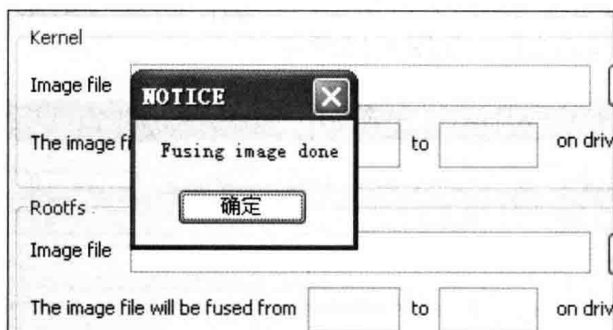

图 1-16
(4) 选择好烧写的文件后, 单击 START 按钮, 弹出提示对话框, 显示 Fusing image done (烧写成功), 如图 1-16 所示。